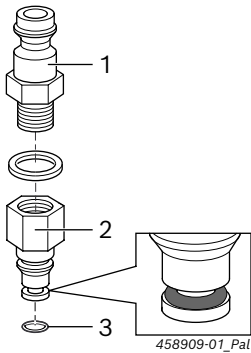

Abb. 2: Montage Rücklaufadapter 1 687 016 138
1. Kupplungsniessel (Abb. 2, Pos. 1) mit Flachdichtring (A10 x 13,5) in Adapter (Abb. 2, Pos. 2) einschrauben und festziehen.
2. O-Ring (Abb. 2, Pos. 3) in die Nut schieben.